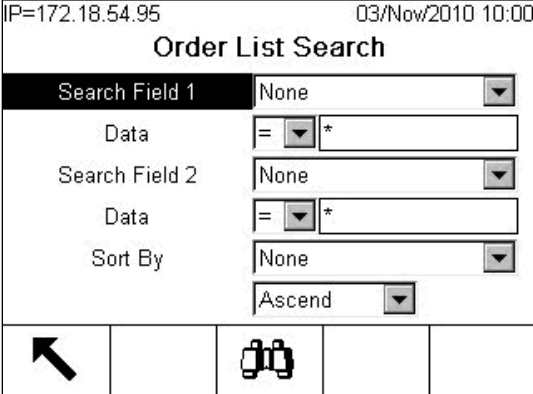

Figura 2-40: Pantalla Búsqueda de lista de órdenes
7. Seleccione el tipo de reporte de la lista desplegable y luego presione la tecla programable VER TABLA . Esto abrirá una pantalla de búsqueda de tabla con opciones de filtro que varían dependiendo del tipo de reporte seleccionado. La Figura 2-40 muestra la pantalla Búsqueda de lista de órdenes.